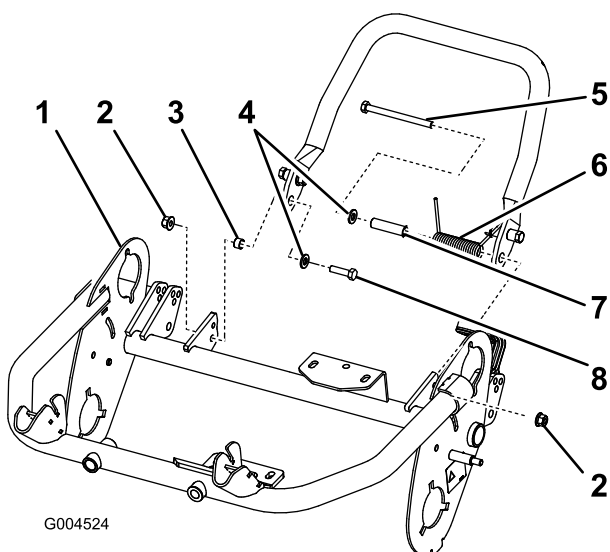

図 6
2. 小さいボルト (M8-1.25 x 030) にワッシャ (M8) を通す。このボルトとワッシャ、小さいスペーサおよびロックナット (M8-1.25) を使って、キックスタンドの右側をフレームに固定する (図 6)。ボルトはフレームの内側から外側に向かって使うこと；参照図 6。
重要 スプリングを取り付けるとき、スプリングの片方の端が後フレームの下側にくるようにする (図 6)。
定する(図 6)。ボルトはフレームの内側から外側に向かって使うこと；参照図 6。